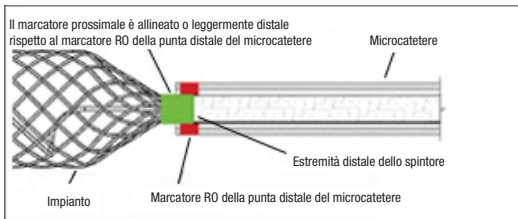

Figura 6: posizione delle bande di marcatura per il distacco
24. Sotto guida fluoroscopica, far avanzare lentamente l'impianto dalla punta del catetere. Continuare a far avanzare l'impianto nel sito desiderato finché il marcatore radiopaco prossimale sull'impianto non è allineato o leggermente distale rispetto al marcatore RO della punta distale del catetere, posizionando la zona di distacco appena fuori dalla punta del catetere. Vedere la Figura 6. Riposizionare se necessario. Se la dimensione dell'impianto non è adatta, rimuoverla e sostituirla con un altro dispositivo. Se si osserva un movimento indesiderato dell'impianto in fluoroscopia dopo il posizionamento e prima del distacco, rimuovere l'impianto e sostituirlo con un altro di dimensioni più adeguate. Il movimento dell'impianto potrebbe indicare una potenziale migrazione dopo il distacco. **NON ruotare lo spintore durante o dopo il rilascio dell'impianto nei vasi. La rotazione dello spintore potrebbe causare danni all'impianto o il distacco prematuro di quest'ultimo dallo spintore, con conseguente migrazione dell'impianto. Prima del distacco, è necessario eseguire una valutazione angiografica per verificare che l'impianto non sporga nel vaso indesiderato.**